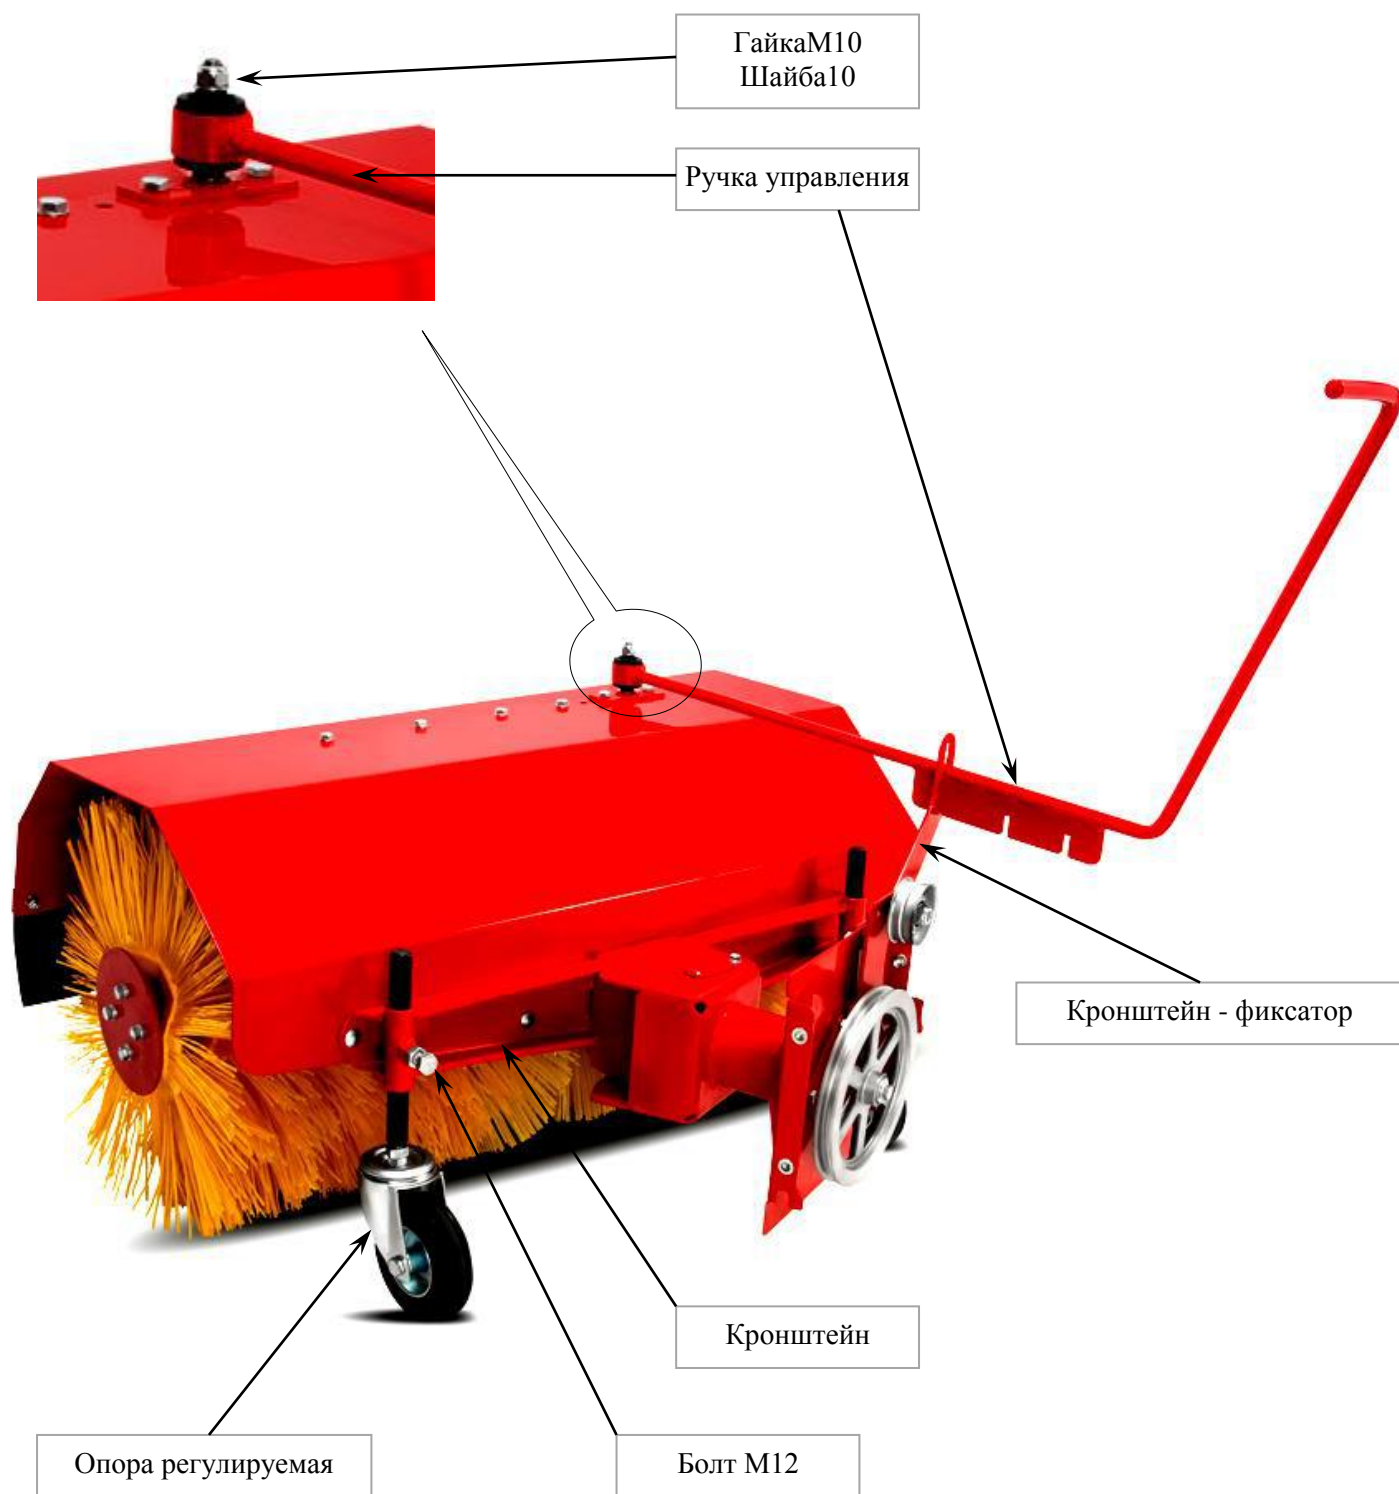

РИС.3 СХЕМА СБОРКИ РУЧКИ УПРАВЛЕНИЯ.
9.8 Разворот щётки влево и вправо осуществляется ручкой управления. Поднимите ручку управления слегка вверх, чтобы паз ручки управления вышел из зацепления с кронштейном-фиксатором. При перемещении ручки управления на себя щётка разворачивается вправо, при перемещении ручки управления от себя щётка разворачивается влево. Выберите требуемое положение и зафиксируйте ручку управления в кронштейне с помощью паза. Средний паз предназначен для расположения щётки фронтально. (Рис.3)